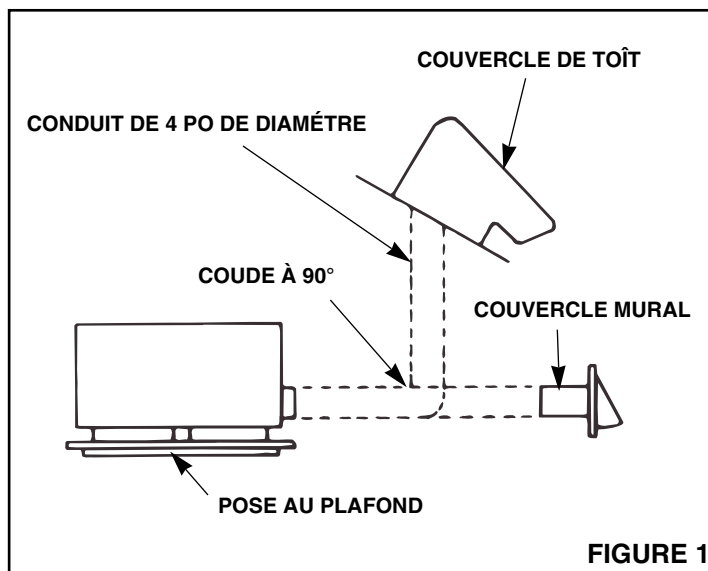
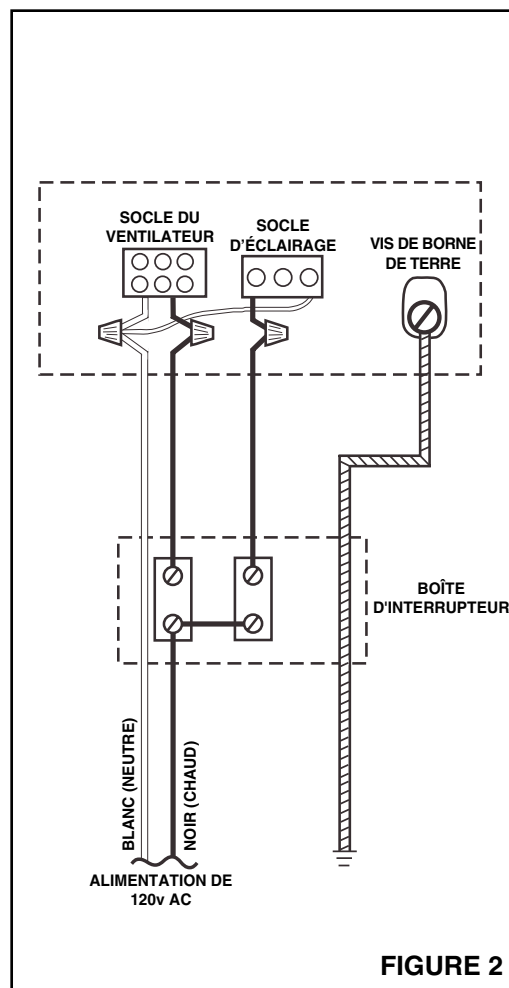

FIGURE 1
FIGURE 2
4. Refer to Figure 1. Use 4" round duct to discharge the ventilator to the outside.
Refer Figure 2.
Refer to Figure 2 for wiring and Figure 1 for ducting.
- Voir Figure 1.** Utiliser un conduit rond de 4 po comme décharge extérieure pour le ventilateur.
Voir Figure 2.
Voir Figure 2 pour les raccords et Figure 1 pour les conduits.